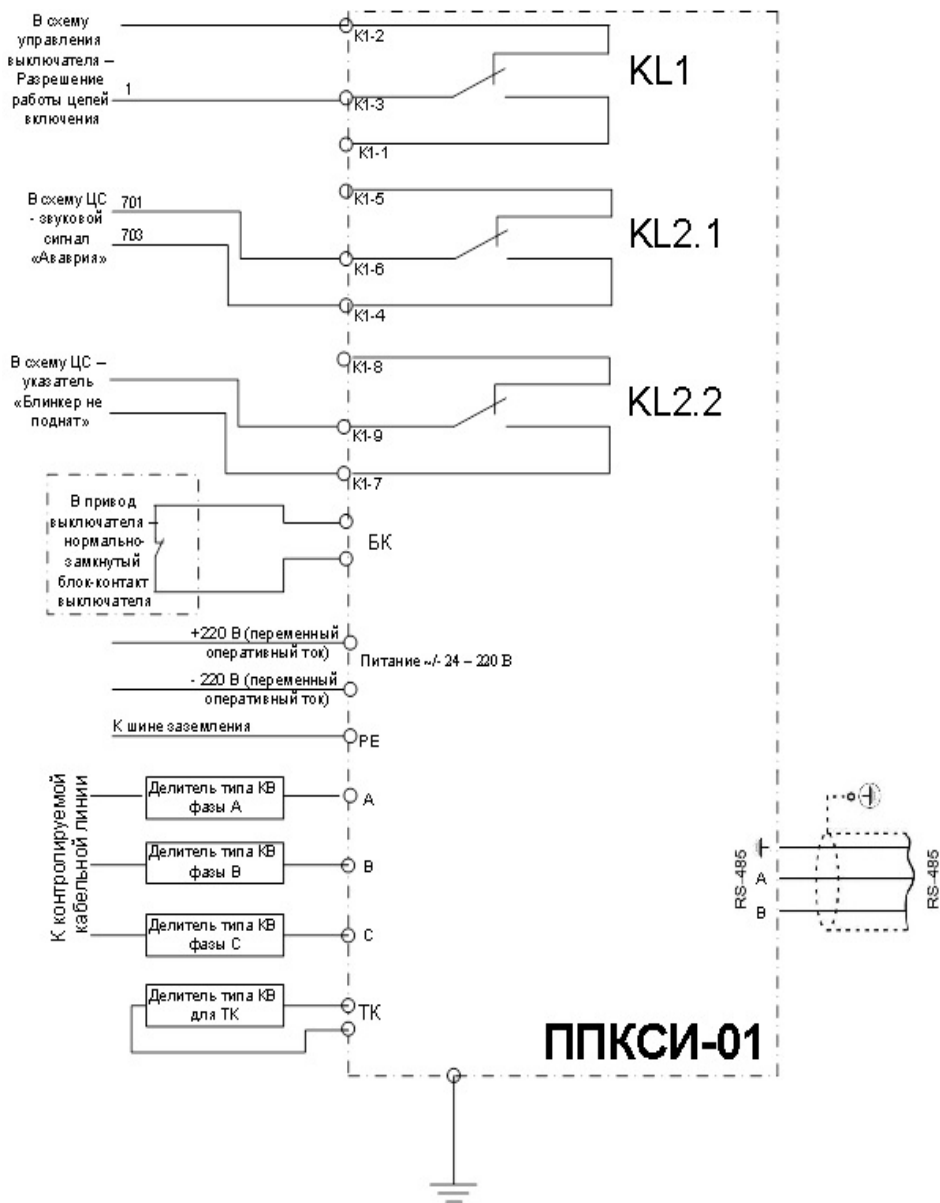

Рисунок 7. Схема подключения прибора в ячейке КРУ 6(10) кВ.
- подключить кабель к соответствующему клеммному соединению на приборе, согласно рис.7.;
- подключить проводники системы управления к клеммам RS-485 согласно рис.7.
Схема подключения ППКСИ-01 приведена на рис.7.